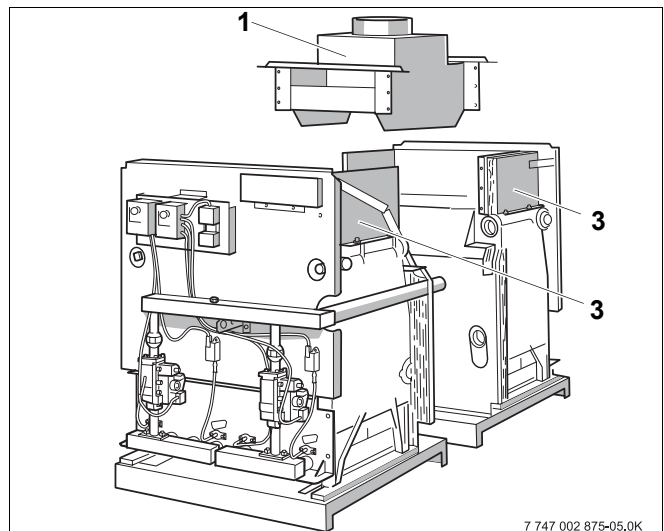

Рис. 8 Монтаж сборного канала на установке с двумя котлами
- Снимите крышки для чистки с коллекторов дымовых газов (рис. 8, поз. 3) на двух котлах.
- Вставьте сборный канал (рис. 8, поз. 1) сверху между двумя коллекторами (рис. 8, поз. 3).
- Закрепите сборный канал (рис. 8, поз. 1) винтами.